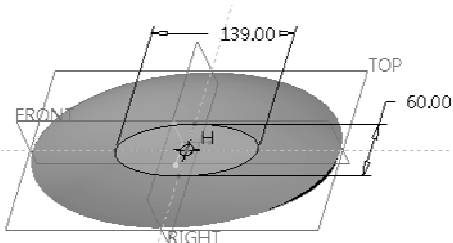

图 7-120 绘制图形
- 4 打开“参考”面板，单击该面板中的“定义”按钮，弹出“草绘”对话框。选择“TOP（基准平面）”作为草绘平面，默认以“RIGHT（基准平面）”作为“右”方向参考，单击“草绘”按钮。绘制如图 7-120 所示的图形（椭圆），单击“确定”按钮.